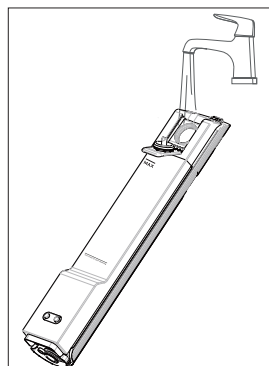

Abb. 7 – Wassertank befüllen
- ▶ Befüllen Sie den Frischwassertank mit sauberem Leitungswasser. Verwenden Sie kein heißes oder kochendes Wasser zum Befüllen des Frischwassertanks. **(siehe Abb. 7)**